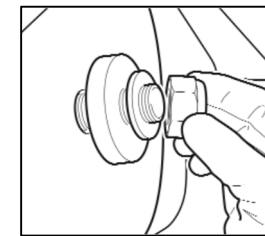

Fig. 3
7. Rimuovere i bulloni perno e le boccole di allineamento sospensione (Fig. 3).